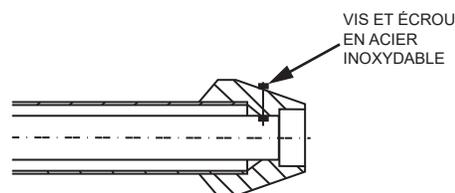

Figure 31. Pose du chapeau pare-pluie
A. Coller le raccord concentrique en Y sur le tuyau de grand diamètre du nécessaire. Voir **Figure 31**.
B. Coller le chapeau pare-pluie sur le tuyau de petit diamètre du nécessaire. Voir **Figure 31**.
Remarque : Plutôt que de coller le petit tuyau au chapeau pare-pluie, une vis en acier inoxydable peut être utilisée pour attacher les deux pièces l'une à l'autre si la possibilité de démontage est souhaitée pour le nettoyage. Voir **Figure 31**. Trouver le creux pour la vis sur l'extérieur du chapeau pare-pluie; à cet endroit, percer un trou de 3/16 po dans le chapeau et la paroi du tuyau intérieur perpendiculairement au tuyau intérieur et **NON** à l'extérieur du chapeau; enfiler la vis et serrer l'écrou sans forcer.
Remarque : Plutôt que de coller le petit tuyau au chapeau pare-pluie, une vis en acier inoxydable (non fournie) peut être utilisée pour attacher les deux pièces l'une à l'autre si la possibilité de démontage est souhaitée pour le nettoyage. Voir **Figure 31** (page 35).